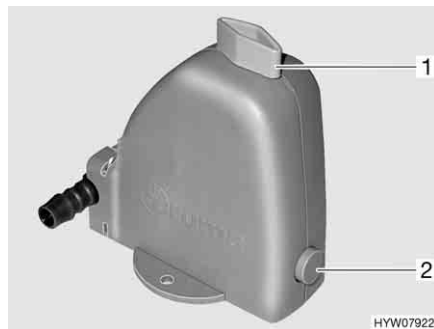

Bild 198 Sicherheits-/Ablassventil des Boilers
Der Boiler ist mit einem Sicherheits-/Ablassventil (Bild 198) ausgestattet. Das Sicherheits-/Ablassventil verhindert, dass das Wasser im Boiler einfriert, wenn bei Frost die Heizung nicht eingeschaltet ist.
- Sicherheits-/Ablassventil schließen. Dazu den Drehknopf (Bild 198,1) quer zum Sicherheits-/Ablassventil drehen und den Druckknopf (Bild 198,2) hineindrücken.
- Sicherheits-/Ablassventil öffnen. Dazu den Drehknopf (Bild 198,1) längs zum Sicherheits-/Ablassventil drehen. Der Druckknopf (Bild 198,2) springt heraus. Der Boiler wird über das Sicherheits-/Ablassventil nach außen entleert.